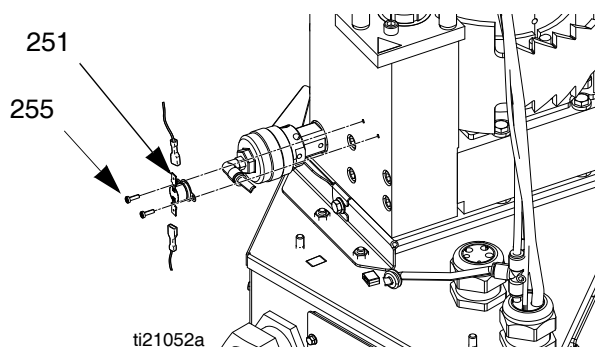

ABB. 41
11. Isolierungen (53,75) an Schmelzereinheit (5) installieren.
12. Ringklemme (87) des Erdungsdrahts und Erdungsschraube (88) an Schmelzereinheit (5) anschließen.
13. Stecker an Übertemperatur-Schalter (251) anschließen. Siehe ABB. 41 auf Seite 69.
14. Muttern (3) verwenden, um Metallabdeckung (27) zu installieren.
15. Luftrohr (36) durch Metallgehäuse ziehen und am Entlastungsventil (245) anbringen.
16. Vordere Zugangstür (10) am Schaltkasten (1) installieren.
18. Alle beheizten Schläuche wieder mit Auslassverteiler (203) des Schmelzers verbinden.
10. Stecker vom Übertemperatur-Schalter (251) trennen. Siehe ABB. 41 auf Seite 69.
11. Kabel aus Schaltkasten ziehen, dann Sensor (125) und Kabel entsorgen.
1. Kabel des neuen Kabelbaums durch Tülle (63) in die Oberseite des Schaltkastens verlegen.
2. Stecker an den Übertemperatur-Schalter (251) anschließen. Siehe ABB. 41 auf Seite 69.
3. Temperatursensor (125) des Heizbands im Schmelzer platzieren.
4. Schraube (AA) festziehen.
Platte (siehe ABB. 41)
Wiedereinbau (siehe ABB. 41):